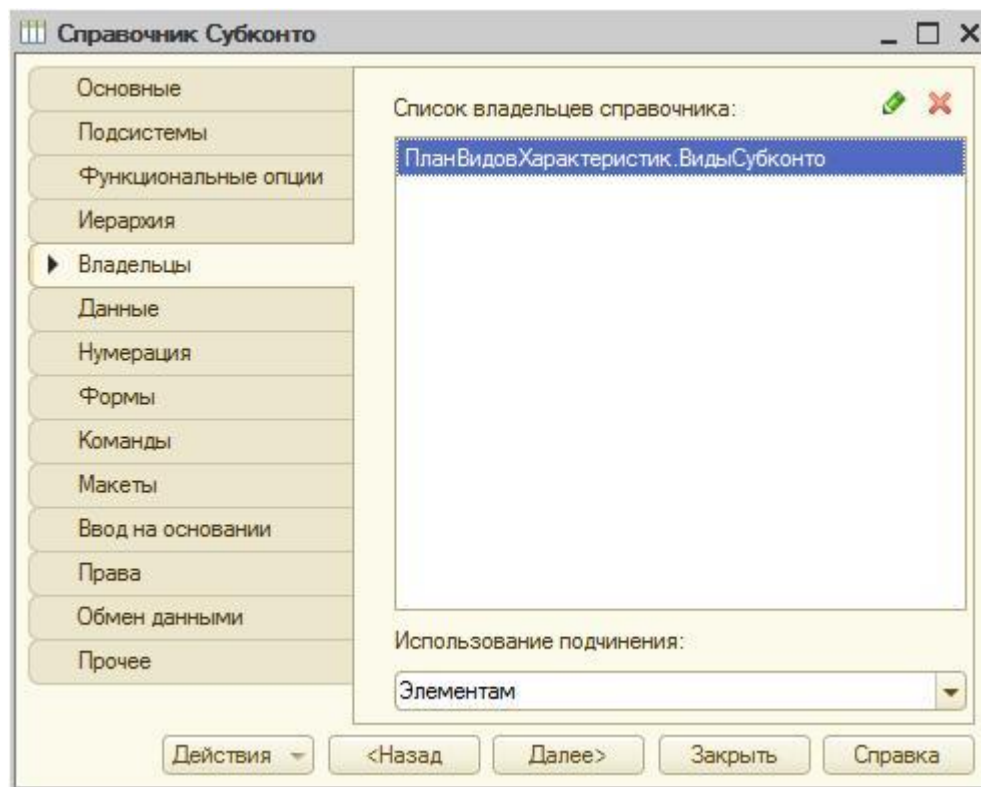

Рисунок 25.2. Справочник Субконто
4. Выберем, на вкладке **Владельцы** окна настройки справочника, *план видов характеристик* **ВидыСубконто** в качестве владельца, установим параметр **Использование подчинения** в значение **Элементам**, рисунок 25.2.